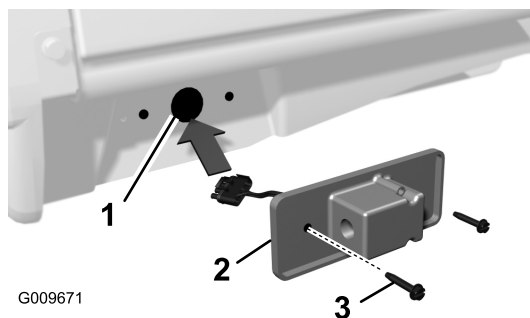

Figura 21
- A. Inserite il connettore della luce posteriore nel foro grande centrale praticato in precedenza (Figura 21).